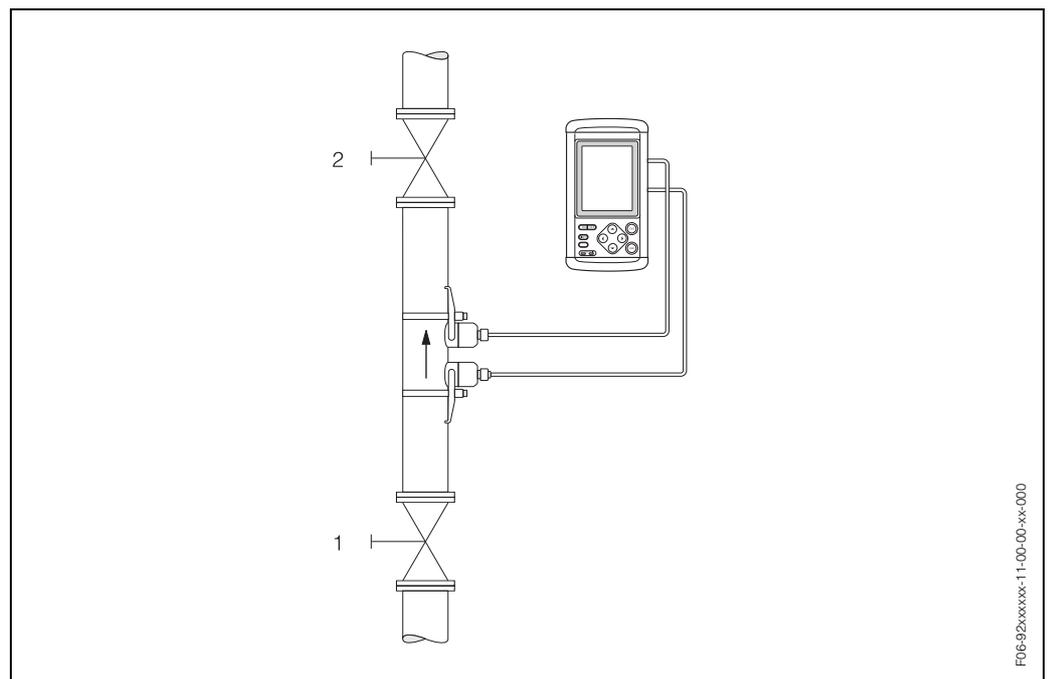

Fig. 34: Taratura del punto di zero e valvole di arresto
- L'impostazione dello zero va eseguita con il tubo completamente pieno e con portata pari a zero ($v = 0$ m/s). Questa condizione ad esempio può essere ottenuta installando delle valvole di intercettazione a monte e/o a valle del campo di misura oppure utilizzando le valvole e saracinesche esistenti (Fig. 34).